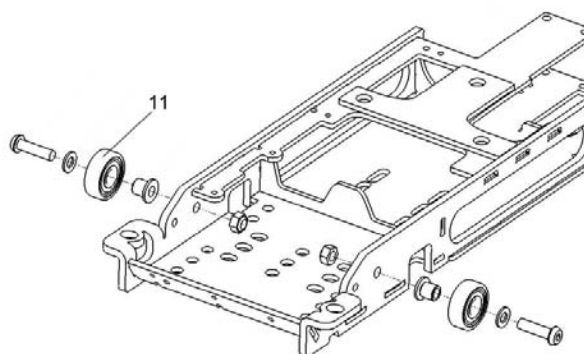

Bild 14. Montera kullagren.
1. Montera kullagren (11). Använd momentnyckel för att dra fast skruvarna. Se bild 14. **Åtragningsmoment 24 Nm.**